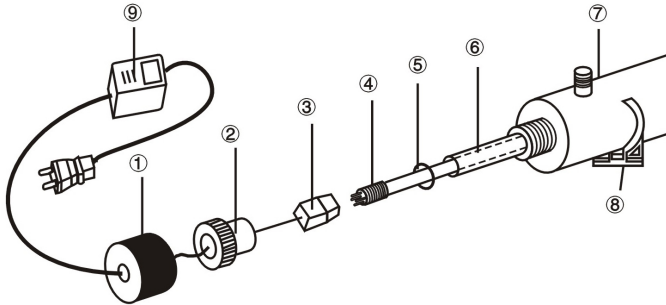

Рис.1. Установка УФ-излучателя
- При установке УФ-излучателя следует сначала наполовину вставить его в рабочую камеру (рис.1), подключить к электрокабелю, и затем полностью вставить в камеру, штекер при этом плотно вставляется в посадочную горловину. Только после этого можно подключать Установку к электросети.